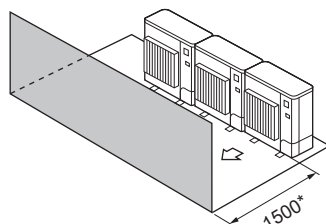

Fig. 2-15
- (3) Solo ostacoli anteriori (Fig. 2-15)